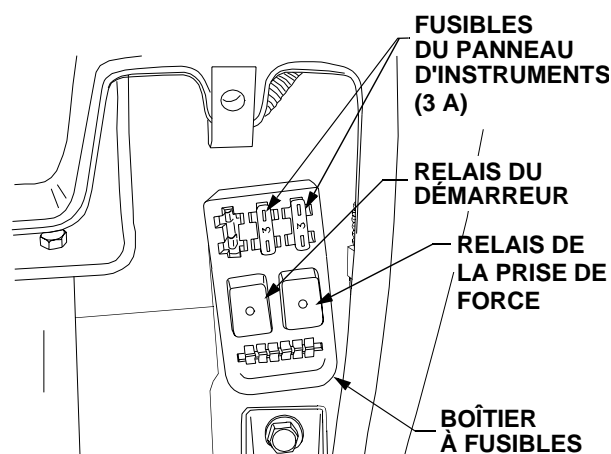

Figure 41
- Détachez les deux fusibles du boîtier puis vérifiez leur état. Remplacez un fusible grillé par un fusible d'ampérage identique (3 A). Voir la Figure 41.
Le relais de la prise de force et le relais du circuit de démarrage, situés dans le boîtier à fusibles, assurent le maintien sous tension de chacun de ces deux circuits. Si l'un des deux circuits ne fonctionne pas correctement, faites vérifier le fonctionnement électrique des relais par votre revendeur. Voir la Figure 41.